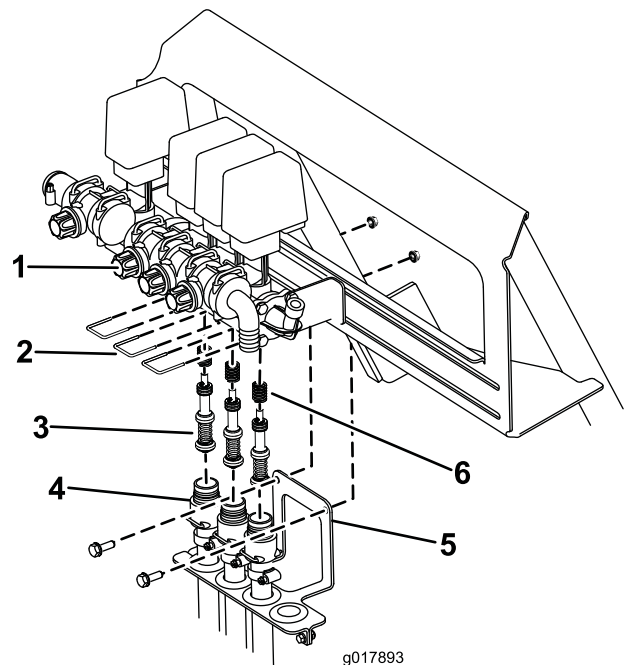

Figure 70
- B. Retirez les 3 étriers qui retiennent les sièges des vannes sur le bloc de vannes (Figure 70).
- C. Retirez les 2 vis et écrous qui fixent le support de l'attache-flexibles au cadre du pulvérisateur (Figure 70) Abaissez les flexibles pour les éloigner du bloc de vannes.
- D. À l'aide d'une clé Allen de 3 mm, retirez les vis de fixation des pistons dans le bloc de vannes. Veillez à tenir compte des ressorts présents dans la vanne (Figure 70).